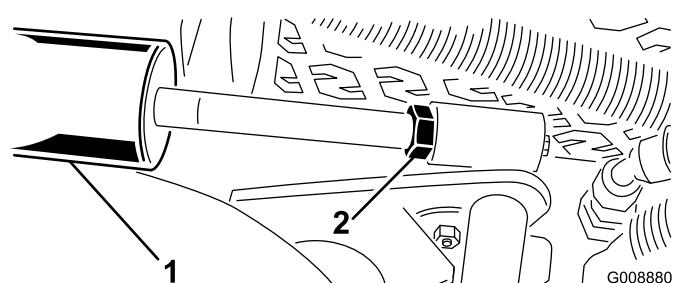

Figure 29
- A. Abaissez les plateaux de coupe et desserrez l'écrou de blocage sur le vérin (Figure 29).